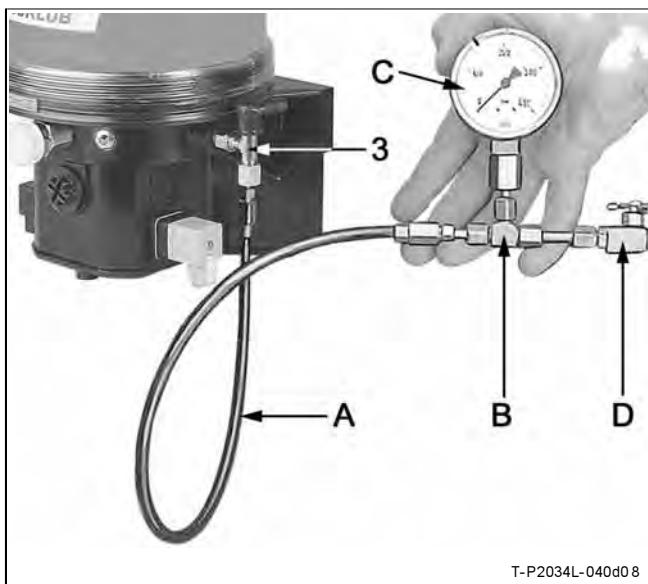

Abb. 9-4 Druckbegrenzungsventil prüfen
- ⌚ Manometer C (Abb. 9-4) am Druckbegrenzungsventil 3 anschließen.